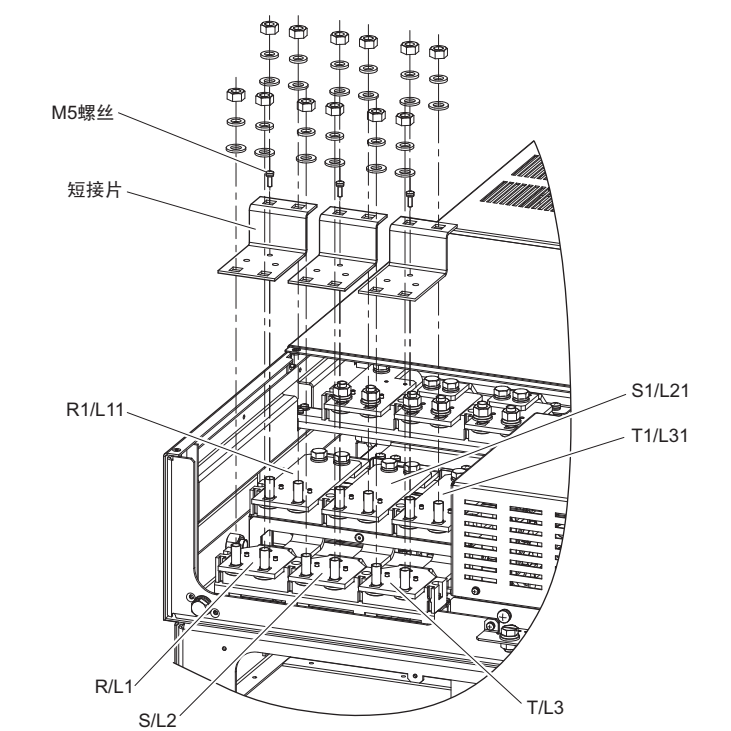

图 10 短接片的拆除
- 机型为 CIMR-H□4A0810、4A1090 的变频器，出厂时主回路端子 R/L1-R1/L11，S/L2-S1/L21，T/L3-T1/L31 间通过短接片进行了短路。进行 12 相整流时，请参照图 10 拆除短接片（3 处）。